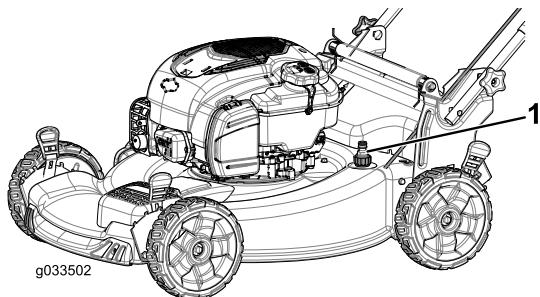

Figura 21
- Conecte una manguera de jardín que esté conectada a un grifo al orificio de lavado (Figura 21).